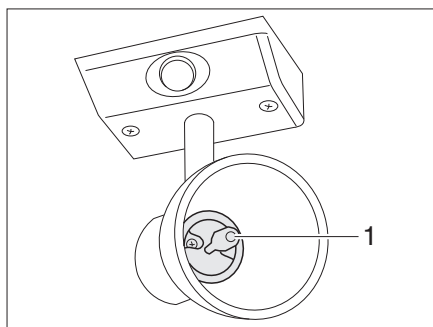

Fig. 176 Spot halogène (avec abat-jour en verre)
- Retirer l'ampoule halogène (Fig. 176,1) de sa douille en la tirant vers l'avant.